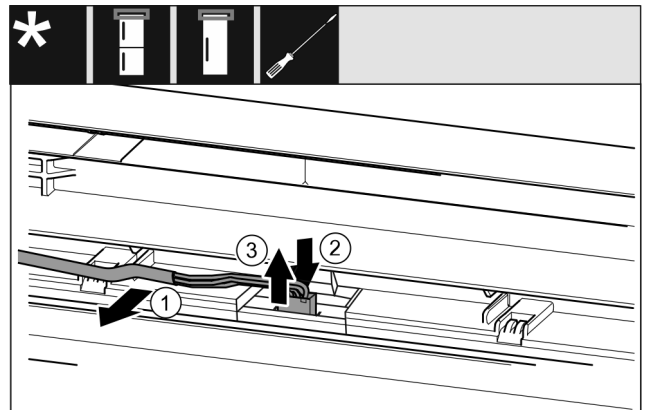

Fig. 11 制冷/冷冻组合/冰柜/冰箱
- 将电缆 Fig. 11 (1) 小心地从门内的导向装置上松开。
- 向后按住插头后方的接片 Fig. 11 (2)。
- 小心地向上拉出插头 Fig. 11 (3)。